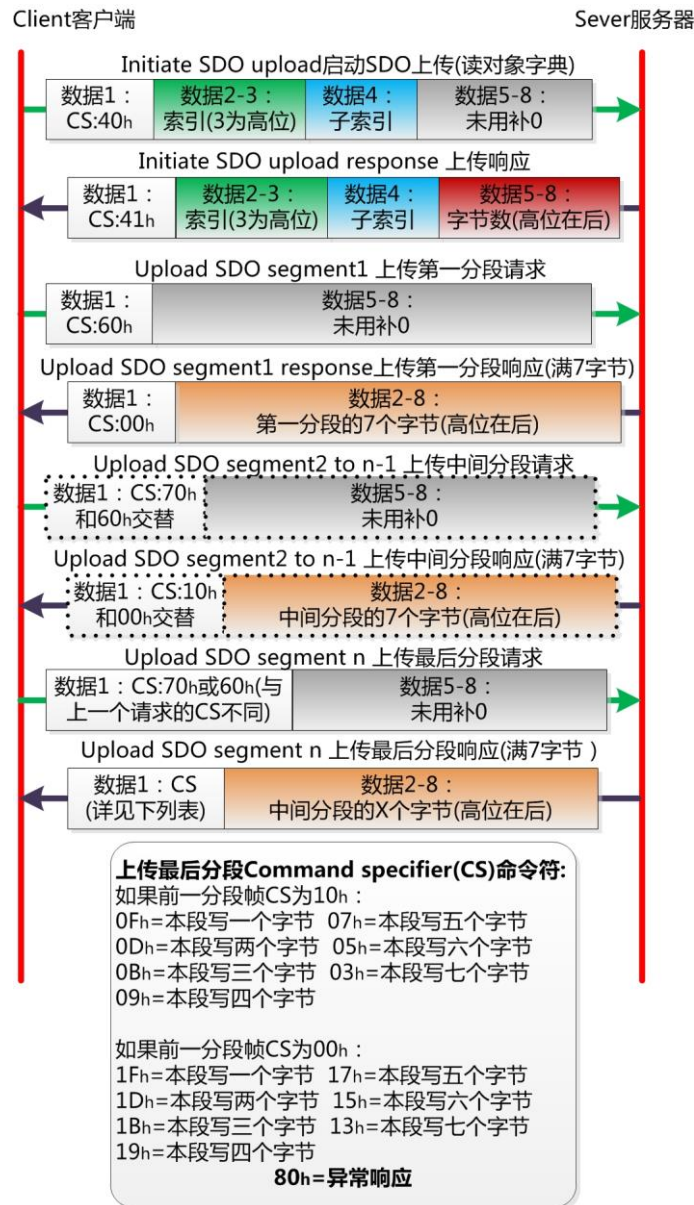

图 8.5 普通 SDO 上传协议
2. 上传协议 upload protocol 如图 8.5 所示。